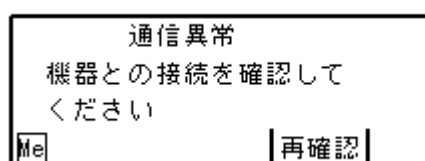

図 7.5 通信異常画面
- (2) 通信自己診断後、変換器と正常に通信できたなら(接続状態や機器が正常なら)、通信正常画面になります。通信異常画面(図 7.5 参照)になった場合は、「8.3 トラブルシューティング」を参照してください。